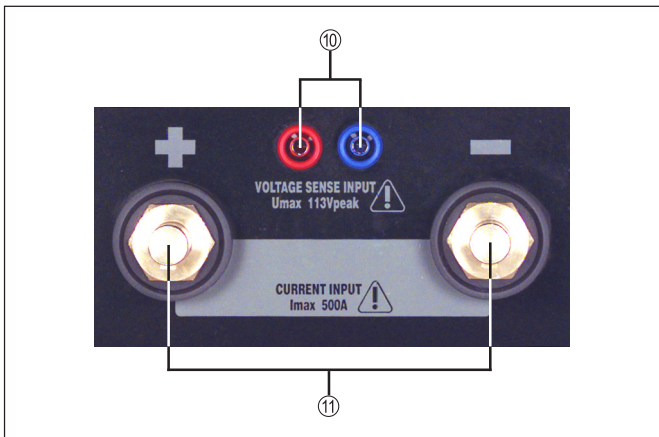
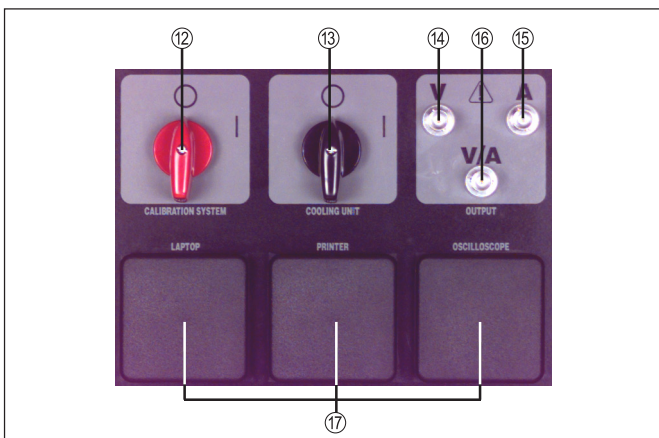

Abb.3 Anschlüsse an der Vorderfront
Abb.4 Bedienelemente / Anschlüsse an der Rückfront
- ②⑦ **Meßleitung** ... zur Herstellung einer Verbindung zwischen dem Kalibriersystem (Abb. 4) und einem externen Meßgerät.
- ②⑧ **Verbindungsleitung Brennersteuerung**
- ②⑨ **Fronius-Zentralanschluß-Adapter**
- ③⑩ **Euro-Zentralanschluß-Adapter**
- ③① **Stromkabel +/- mit Senseleitungen** ... Verbindung zwischen dem Ausgang des Schweißgerätes und dem Kalibriersystem (Abb. 3, Stromanschluß ①① und Sense-Eingang ①⑩).